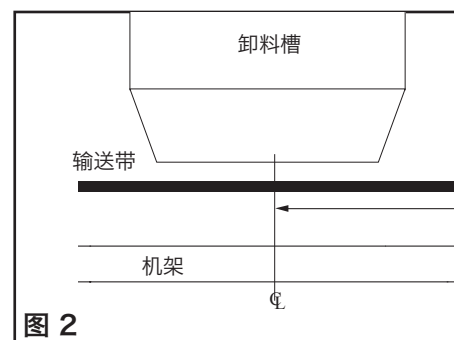

图 2
- 2. 目测找到装载区中心。**在机架的一侧找到装载区中心并做好标记（图 2）。标记并测量从模板末端至机架固定点之间的距离，然后在机架的另一侧也标出这段尺寸。